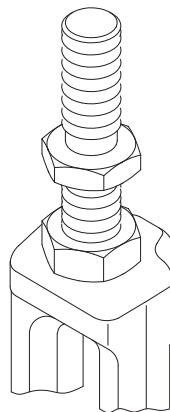

図 4-7
(3) クランプをバルブシステムに固定する場合はその前にターンバックルとフォークロックナットのねじ部の間隔が約7 mmになるようにしてください。(図4-7)